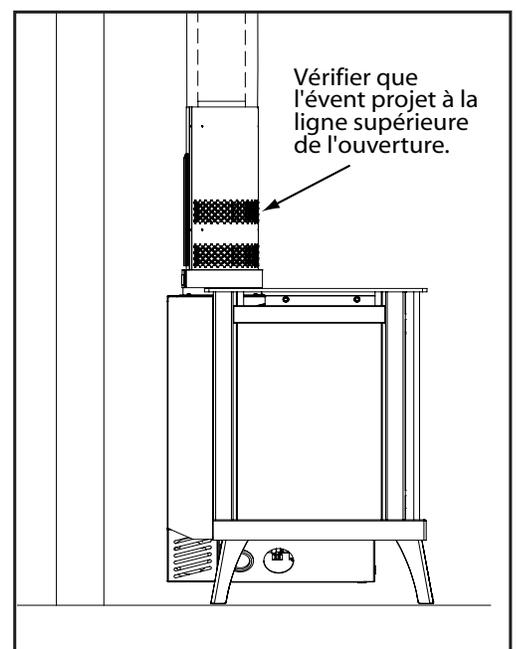

Figure 34: Test d'ébauche
4. Après un minimum de 10 minutes, tester le projet de cheminée avec une allumete de fumée pour confirmer qu'il y a suffisamment d'ébauche autour du corps de l'adaptateur du capuchon, comme illustré dans la Figure 34